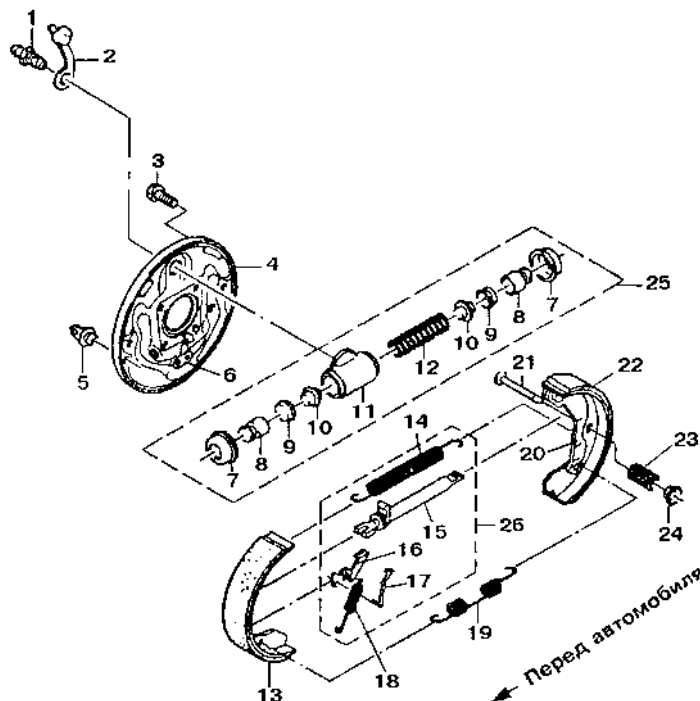

Рис. 7.41. Тормозной механизм заднего колеса:
Неподвижная (невращающаяся) часть тормозного механизма смонтирована на опорном щите 4 (рис. 7.41), закрепленном на фланце рычага задней подвески. В нижней части опорного щита прикреплены направляющие пластины 6, ограничивающие переме-
Тормозные механизмы задних колес имеют автоматическую регулировку зазора между тормозными колодками и барабаном, обеспечиваемую специальным механизмом регулировки зазора, распорный стержень 15 (рис. 7.41) которого входит вилками в пазы колодок. Этот же стержень передает усилия при включении стояночного тормоза.
- снять пружину 18 (рис. 7.41) фиксирующего рычага 16;
- снять стопорную шайбу 24 (рис. 7.41) (нажав на нее и повернув на четверть оборота) и пружину 23 с опорной стойки 21 задней колодки 22;
- закрепить колодки от боковых перемещений на опорных стойках 21 (рис. 7.41) при помощи пружин 23 и стопорных шайб 24;
- надеть пружину 18 (рис. 7.41) на колодку 13 и фиксирующий рычаг 16 (предварительно поставив его на место), а затем закрепить серьгу 17;